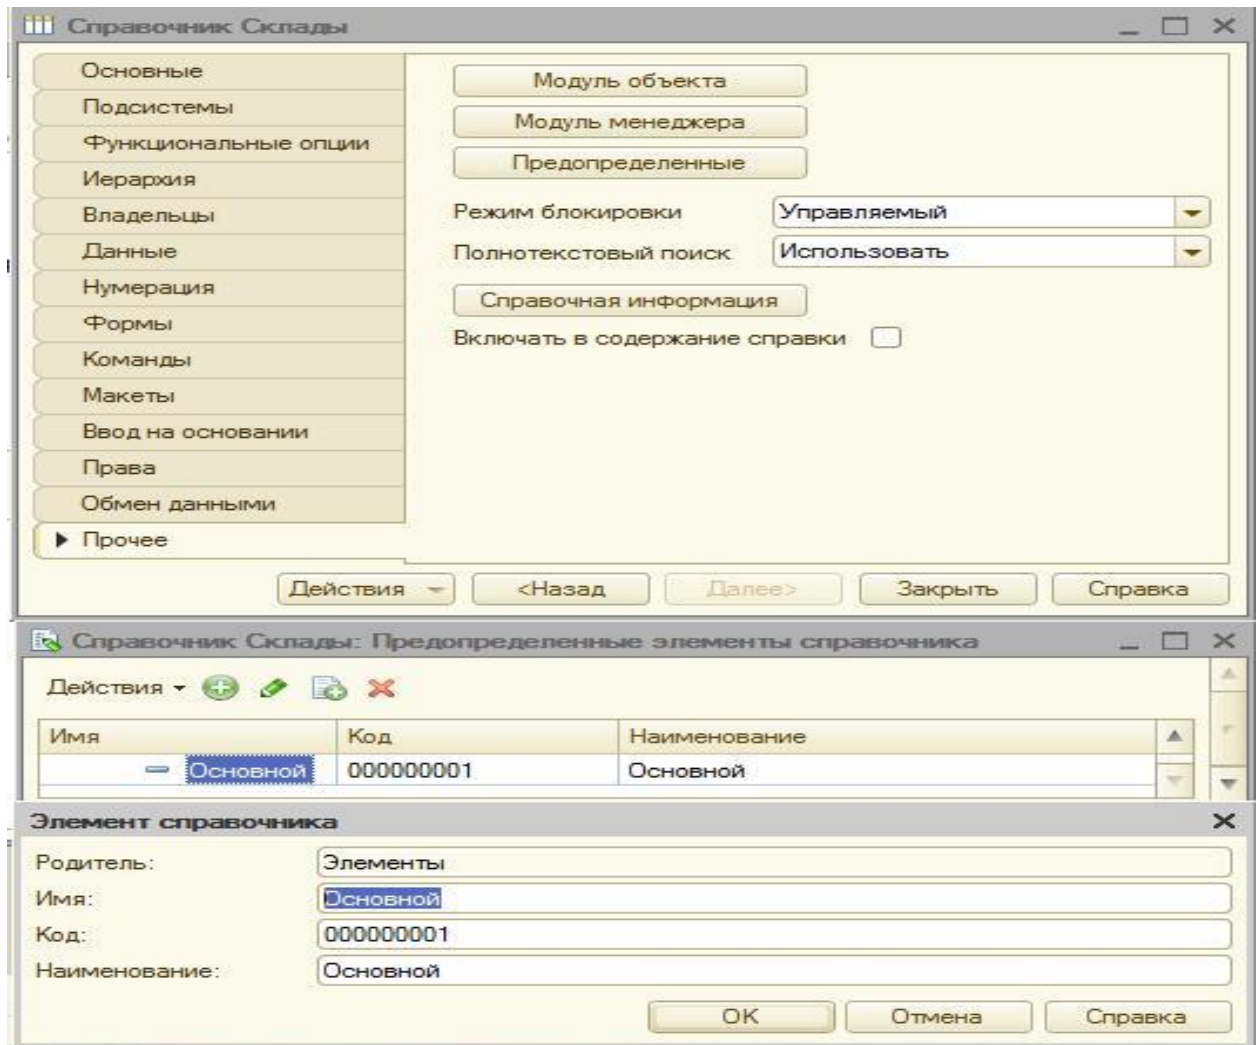

Рис. 31
- перейдите на закладку (рис. 31) *Прочее* и щелкните на Кнопке Предопределенные;